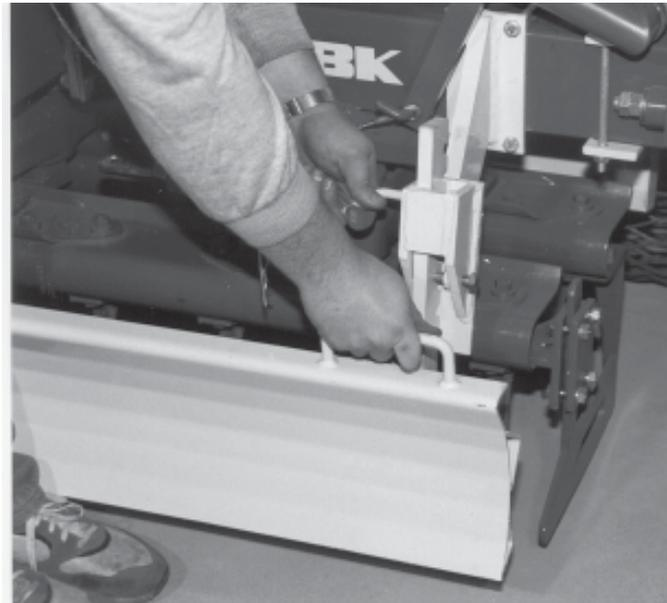

Abb. 30
- Befestigungsbolzen und Sicherungssplint wieder einstecken (Abb. 30).